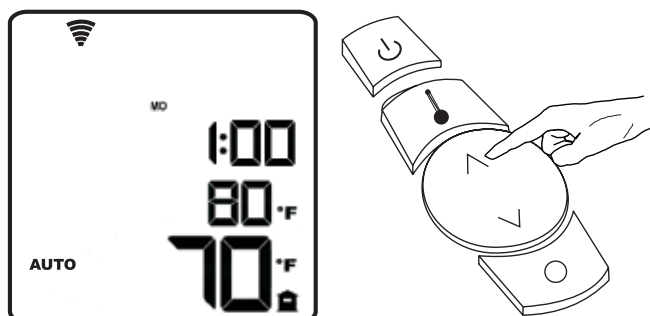

Figure 13
3. Utiliser le bouton de réglage fléché de la télécommande pour régler la température ambiante souhaitée. **Voir Figure 13.**